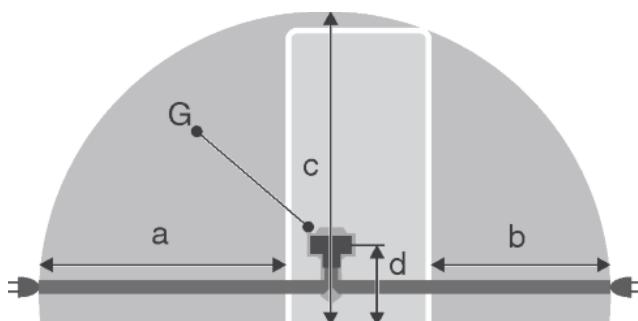

Fig. 27
- Розетка находится вне зоны задней стенки в данной зоне. Fig. 27 (a, b, c)
- Штекер устройства Fig. 27 (G) подсоединить с задней стороны устройства. Следить за правильной фиксацией.